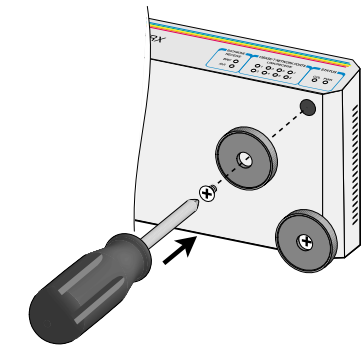

図2 マグネットキットの取り付け
2. ゴム足を固定していたネジを用いて、図2のようにマグネットを本体に固定します。